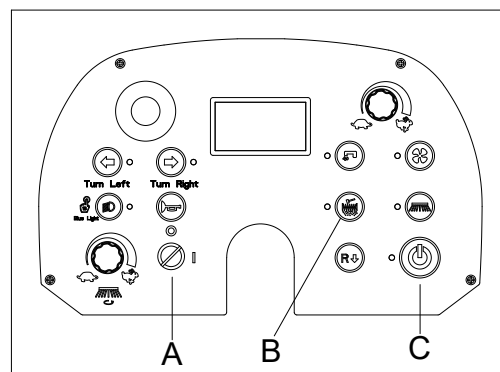

Рис. 16
8. Нажмите кнопку быстрого запуска (С, рис. 16), чтобы выключить все функции (вакуум, основная щетка/боковые щетки и насос), после чего основная щетка и боковые щетки поднимутся.
9. Нажмите кнопку встряхивателя фильтра, чтобы включить встряхиватель фильтра (В, рис. 16)
11. Поверните ключ зажигания (А, рис. 16) в положение «О» и извлеките его.